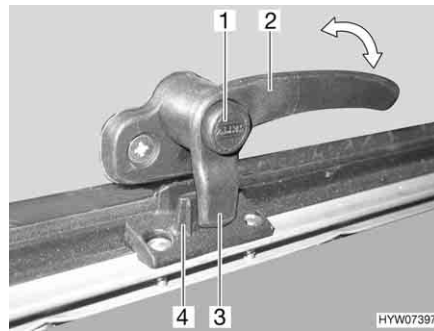
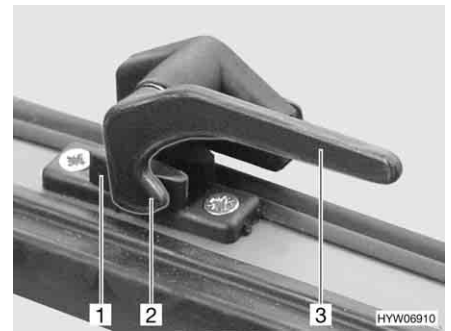

Fig. 58 Leva di serraggio con bottone di sicurezza in posizione "Chiuso"
Fig. 59 Leva di serraggio in posizione "Chiuso"
- Se presente, premere e tenere premuto il bottone di sicurezza (Fig. 58,1).
- Ruotare la leva di serraggio (Fig. 58,2 o Fig. 59,3) di un quarto di giro verso il centro della finestra.
- Ruotare la leva di serraggio (Fig. 58,2 o Fig. 59,3) di un quarto di giro verso il telaio della finestra. Il nasello di chiusura (Fig. 58,3 o Fig. 59,2) della leva di serraggio si trova completamente sul lato interno della chiusura della finestra (Fig. 58,4 o Fig. 59,1).
- In posizione "Completamente chiusa" (Fig. 58 e Fig. 59)